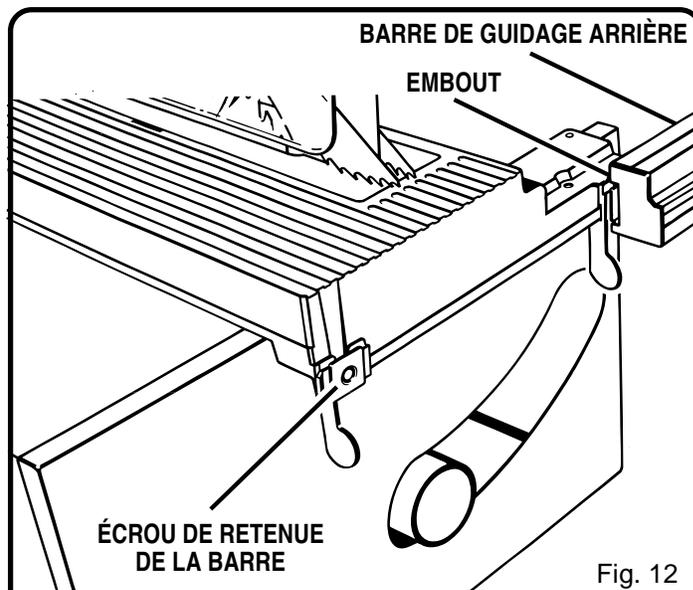

Fig. 12
- Installez la barre arrière, en suivant la méthode de montage de la barre avant ci-dessus. Orientez la barre arrière comme l'illustre la figure 12.